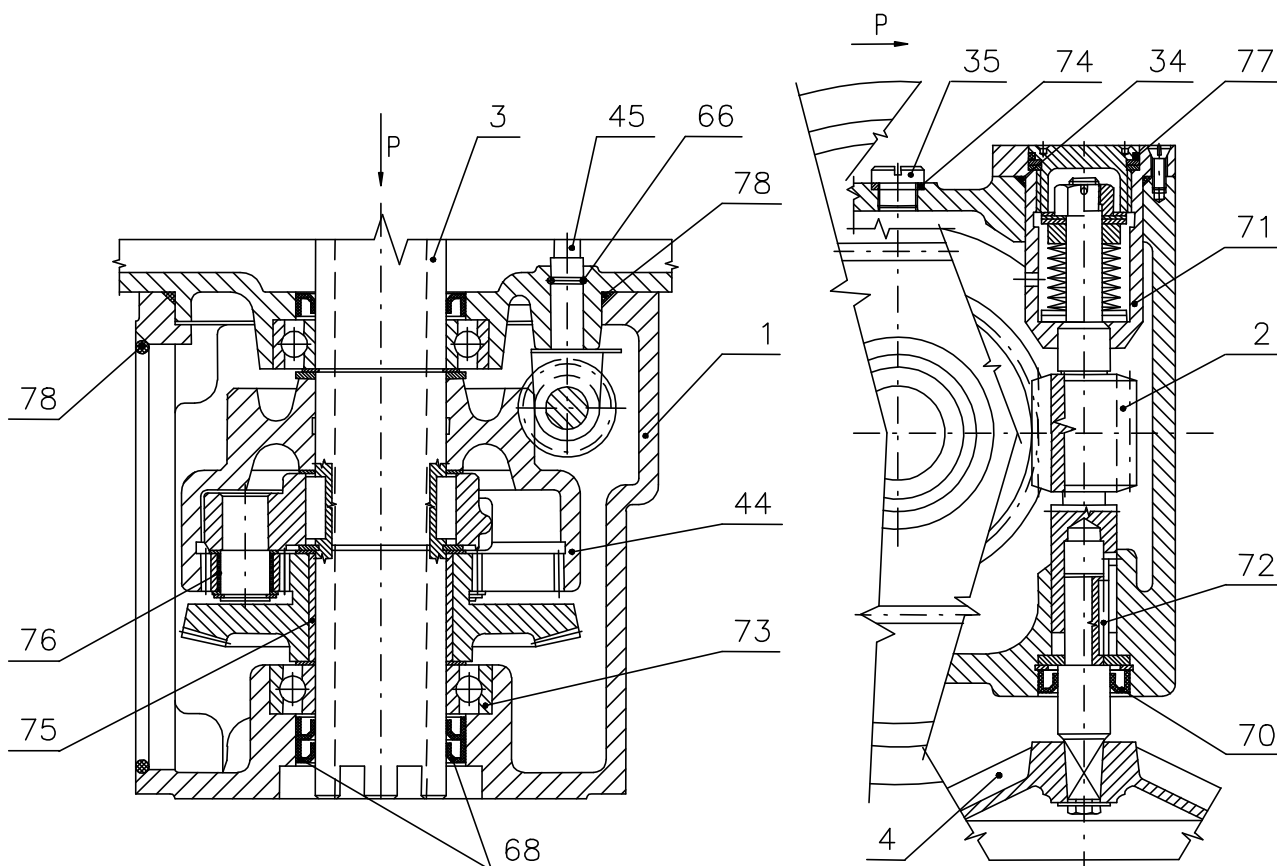

Рис. 2
Модуль М3 – силовая передача с ручным управлением (рис.2)
Данный модуль трансформирует вращательное движение выходного вала (3), рис. 2, на прямоходное движение выходной тяги (83). Бронзовая соединительная гайка (84) с трапецевидной резьбой засунута в зубы выходного вала (3). Направляющая скоба (85) препятствует поворачиванию выходной тяги (83) и одновременно выполняет функцию указателя позиции. Указатели позиции "O" и "Z" размещены на несущих стойках ЭП (87).